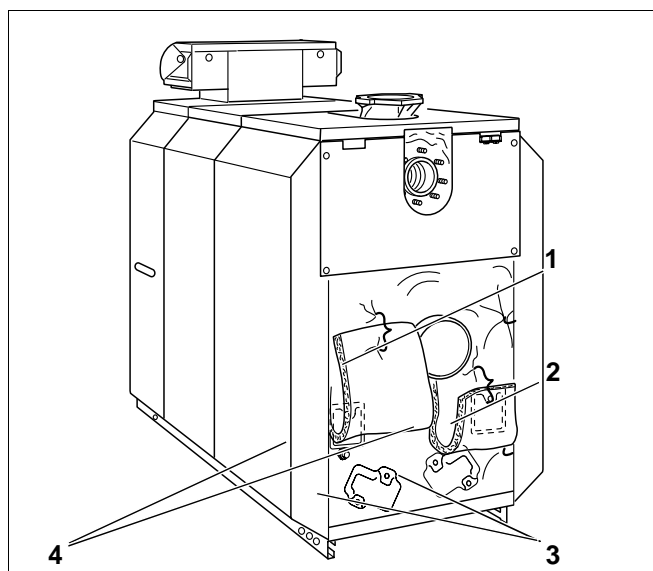

Fig. 56
- Vip de to ender af isoleringen op, (Fig. 56, **pos. 2**) og fastgør dem i denne stilling med spændefjedrene (Fig. 56, **pos. 1**).
- Tag rensedækslerne på bagelementet (Fig. 56, **pos. 3**) og røggassamleren (Fig. 56, **pos. 4**) af.
- Belægninger fjernes via fyrboksåbningen foran samt via rensåbningerne på bagelementet og røggassen (Fig. 56, **pos. 3 og 4**).